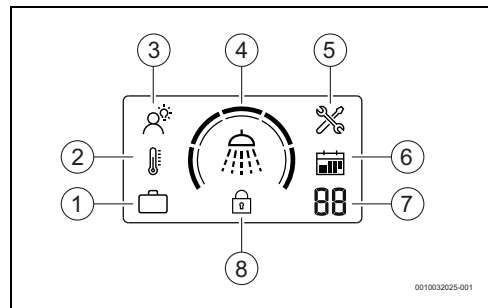

Fig. 5 Display pannello di controllo
- ▶ Premere il tasto  finché sul display non viene visualizzata la modalità INTELLIGENTE (→ Fig. 5 [3]). La modalità operativa INTELLIGENTE è selezionata.
- ▶ Premere il tasto  finché sul display non viene visualizzata la modalità Manuale (→ Fig. 5 [2]). La modalità operativa Manuale è selezionata.
- ▶ Premere il tasto  finché sul display non viene visualizzata la modalità Vacanze (→ Fig. 5 [1]). La modalità operativa Vacanze è selezionata.
- ▶ Premere il tasto  per impostare il numero di gironi di vacanza desiderati (→ Fig. 5 [7]). Il numero selezionato lampeggia 3 volte per confermare la selezione.
I blocchi funzionali del pannello di comando (→ Fig. 5 [8]).